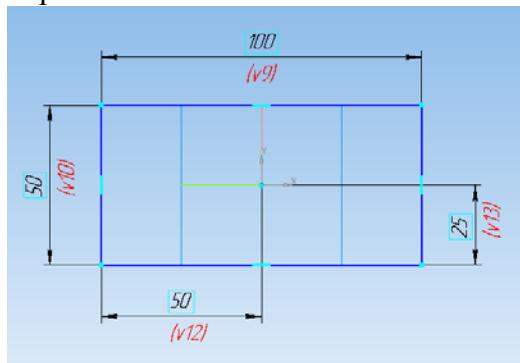

Рис. 2.3. Прямоугольник
2. Построение эскиза дна. Для этого необходимо в произвольном месте построить прямоугольник. Затем с помощью панели *Размеры* и кнопки *Линейный размер* задайте размеры прямоугольника 100×50 мм и привяжите его к центру плоскостей как на рис. 2.3.